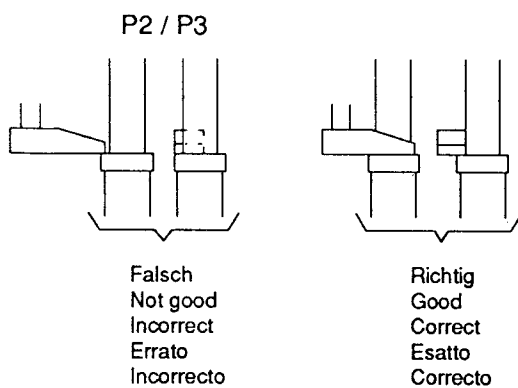

Fig. 26
- Höhenmeßuhr nach Abbildung Fig. 26 platzieren und Bandführungsbolzen soweit hochdrehen, bis der untere Führungsbund gerade den Meßfühler der Höhenmeßuhr berührt (Fig. 26).
- Place the Dial Height Gauge as shown in Fig. 26 and adjust to raise the height of the Tape Guide Bolts so that the lower guide collar just touches the measuring probe of the Dial Height Gauge (Fig. 26).